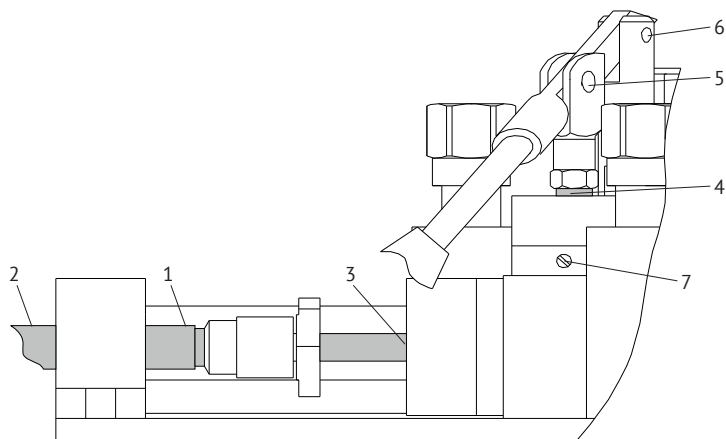

Рис. 4. Подготовка к работе
6.6 Открутите *винт 7* (*Рис. 4*) на $\frac{1}{2}$ оборота. Плавно качайте ручным насосом до тех пор пока из под резьбы *винта 7* не перестанет выходить воздух. Закрутите *винт 7* с небольшим усилием.